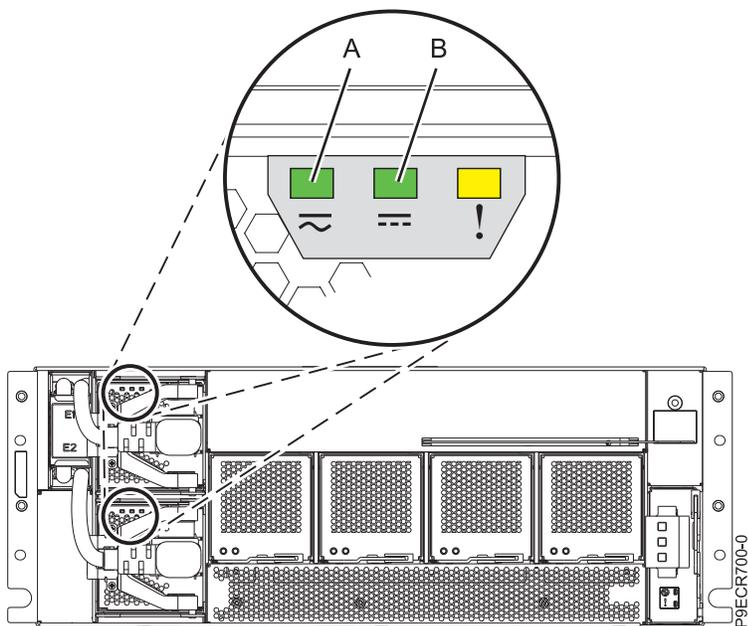

Figure 8. Voyants d'alimentation dans le tiroir d'extension EMX0 PCIe3
- c. Vérifiez que le voyant de panne de couleur orange (situé à droite) sur le bloc d'alimentation qui a été remplacé est éteint et que le voyant vert d'entrée (situé à gauche) et le voyant vert de sortie (situé au centre) restent allumés. Voir (A) et (B) dans la figure 8, à la page 7.
- b. Vérifiez que le voyant de panne de couleur orange (situé à droite) sur le bloc d'alimentation qui a été remplacé est éteint et que le voyant vert d'entrée (situé à gauche) et le voyant vert de sortie (situé au centre) restent allumés. Voir (A) et (B) dans la figure 8, à la page 7.